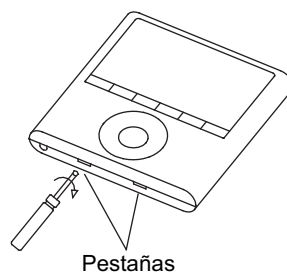

Fig 3-2
- Con un destornillador plano desancrar las 2 pestañas de la parte inferior del control cableado, extraer la parte superior del control (Fig. 3-2).